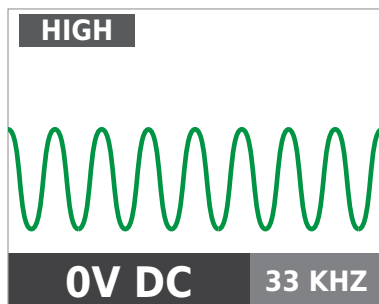

Figure 3.3b
3. Sélectionnez le mode de signal ÉLEVÉ pour la plupart des applications. L'écran apparaît comme indiqué en Figure 3.3b